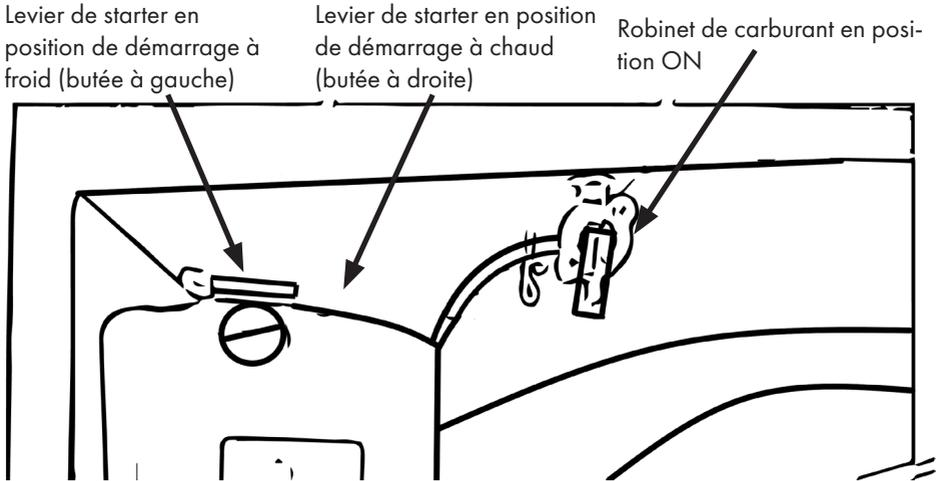

Figure 19
- Ouvrez le robinet de carburant. Voir également la figure 19. (la poignée du robinet est orientée vers le bas)